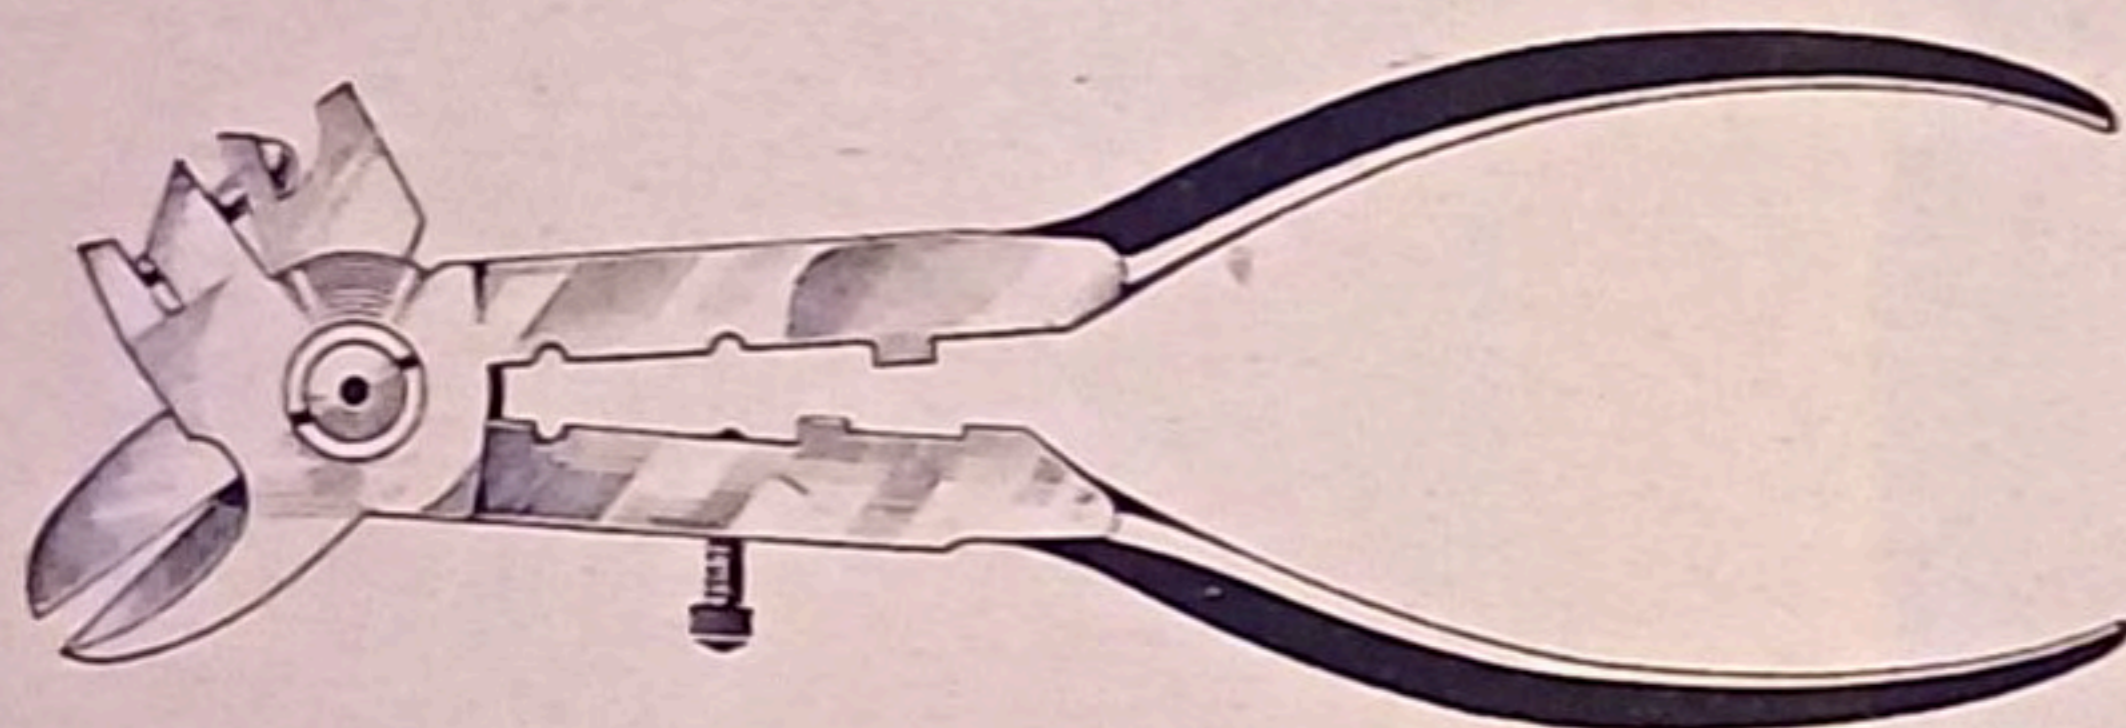

FIG. 3
3° Une pince-cisaille « AVIA-PINCE » (1) permettant de couper, poinçonner, cambrer, etc... (fig. 3).